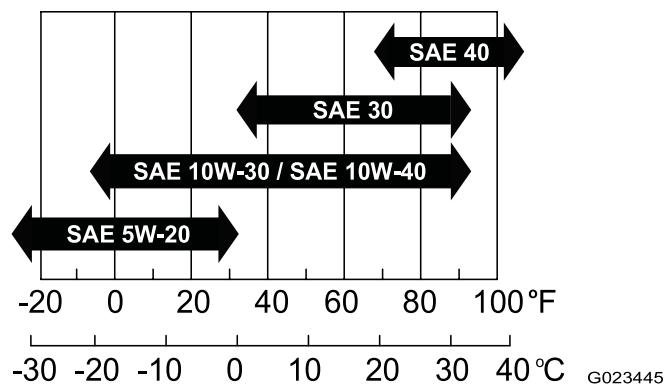

Figure 14
- **Viscosité :** SAE 30 ; reportez-vous au tableau suivant pour d'autres viscosités (Figure 14) :